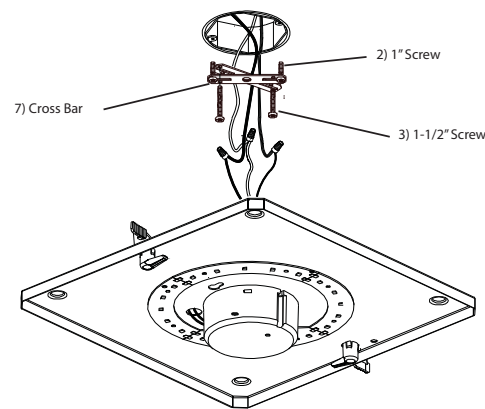

Figure 2
2b. Version Carrée- Installer la traverse (7) à la boîte de jonction à l'aide de deux vis de 1 po (2). Poser les deux vis (3) restantes à environ ½ po dans les trous les plus éloignés des extrémités de l'autre traverse. Voir la Fig. 2.
- 2b. Square Version- Install Crossbar (7) to junction box with two 1" Screws (2). Install two 1-1/2" screws (3) approximately 1/2" into holes furthest to ends of other Cross bar. See Fig. 2.
- 2b. Versión Cuadrada- Instale la Barra Transversal (7) a la caja de ensambladura con dos Tornillos de 1" (2). Instale los dos tornillos (3) restantes a aproximadamente 1/2" en los agujeros más lejanos de los extremos de la otra Barra Transversal. Vea Fig. 2.